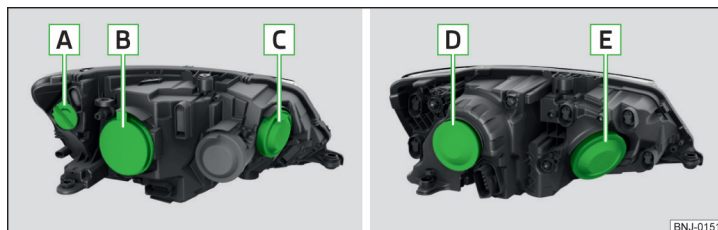

Bild 203 Principskiss: Halogenstrålkastare/halogenprojektorstrålkastare
Glödlampornas arrangemang » bild 203
- › Ta bort skyddskåpan **B** » bild 203 på sidan 180.
- › Sätt i skyddskåpan **[B]** » bild 203 på sidan 180.
- › Ta bort skyddskåpan **[C]** » bild 203 på sidan 180.
- › Sätt i skyddskåpan **[C]** » bild 203 på sidan 180.
- › Ta bort skyddskåpan **[B]** » bild 203 på sidan 180.
- » Ta bort skyddskåpan **D** » bild 203 på sidan 180.
- » Sätt i skyddskåpan **D** » bild 203 på sidan 180.